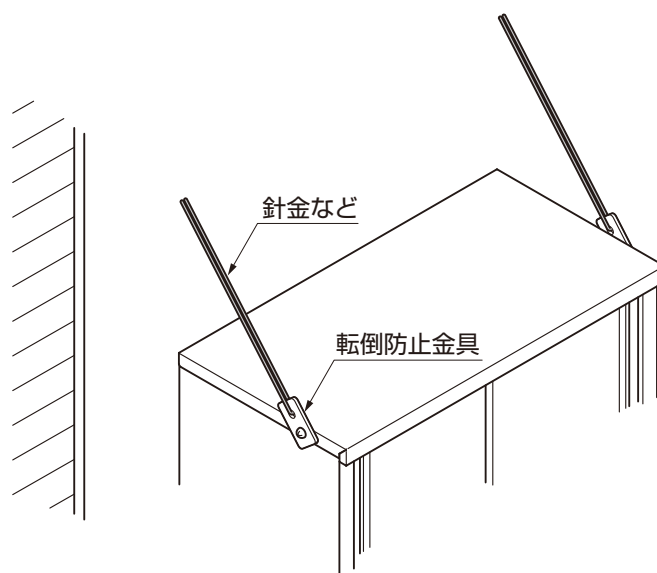

図3-2
- ② 転倒防止金具に針金などを通し、壁や柱に固定してください。(図3-2参照)